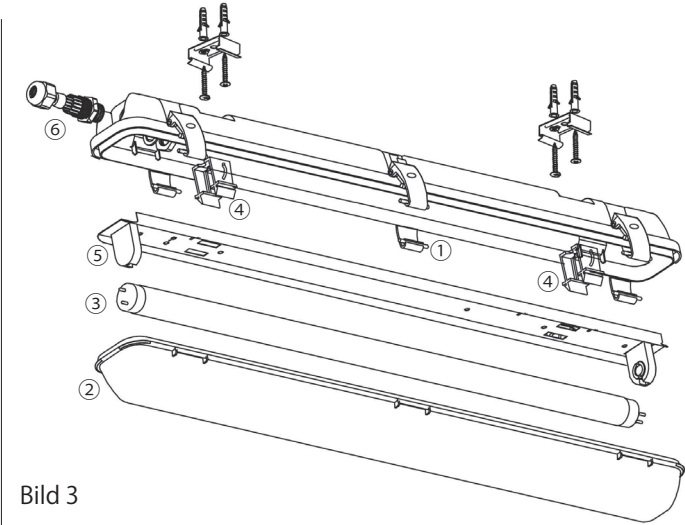

Bild 3
Bild 3: Die Verschlussklammern ① öffnen. Die Haube ② abnehmen. Die Röhre ③ um 90° drehen und entfernen. Die 4 Halteklammern ④ leicht zusammendrücken und das Innenteil ⑤ herausnehmen. Die Überwurfmutter der Kabelverschraubung ⑥ lösen.
Bild 3: Das Innenteil ⑤ wieder einsetzen/ einrasten. Die Röhre ③ einsetzen und durch 90° Drehung verriegeln. Die Haube ② aufsetzen und mit den Verschlussklammern ① schliessen.